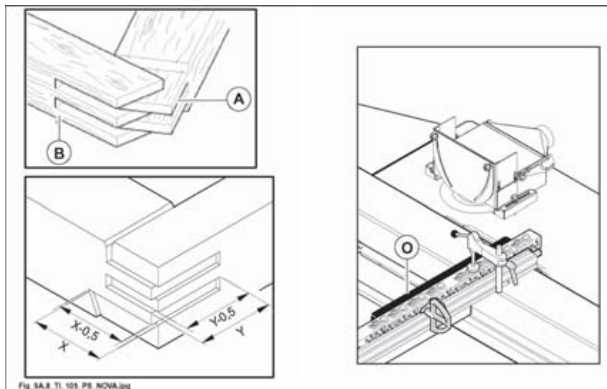

Fig. 9.8
La tenonatura è una fresatura di testa (a traverso di vena) che viene effettuata per ottenere incastri fra tenone maschio (A fig. 9.8) e tenone femmina (B fig. 9.8).
Eseguire questa operazione con il carro scorrevole, montando l'apposito pianetto a tenonare (O fig. 9.8).
- regolare la profondità dei tenoni maschio 0,5 mm inferiori alla larghezza del montante (X fig. 9.8);
- regolare la profondità dei tenoni femmina 0,5 mm inferiori alla larghezza del traverso (Y fig. 9.8).